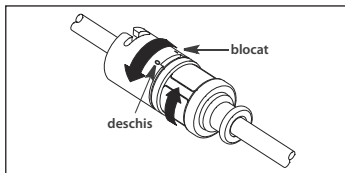

Figura 6
b. Dacă se utilizează un ecran anticontaminare al cateterului cu adaptor TwistLock, rotiți jumătatea superioară a amboului distal în sens orar pentru a bloca cateterul în poziție. Repoziționați capătul proximal al ecranului cateterului după cum doriți. Rotiți jumătatea superioară și cea inferioară în direcții opuse, pentru a bloca în poziție. Testați adaptorul trăgând ușor de cateter, pentru a asigura fixarea sigură pe cateter (consultați Figura 6).